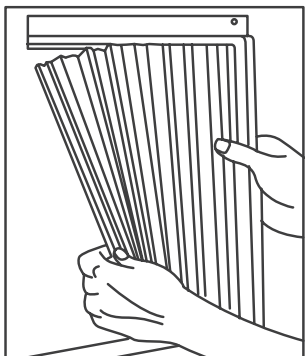

Fig.2
- Sujete el panel de acordeón con una mano y tire suavemente del centro hacia atrás para liberar el extremo abierto. Consulte la Fig. 2.